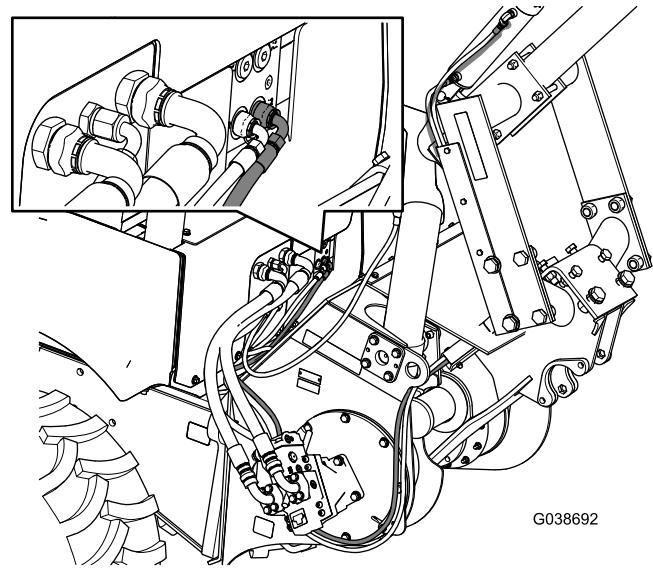

図 5
6. シリンダの上ポートから来ているホースを機体の右側のポートに取り付ける図5。